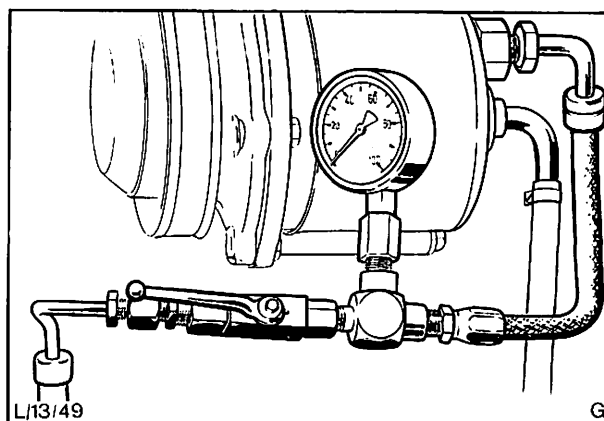

Abb. 52 Angeschlossenes Drucktestgerät
5. Flexiblen Schlauch des Drucktestgeräts 13-007 an die Pumpe anschließen, Ventilseite an die Druckleitung. Ventil gegen den Uhrzeigersinn öffnen, Abb. 52.